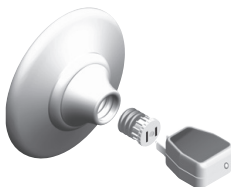

Figure 3
3. Branchez le transmetteur sur le BT-LFA (Figure 3).